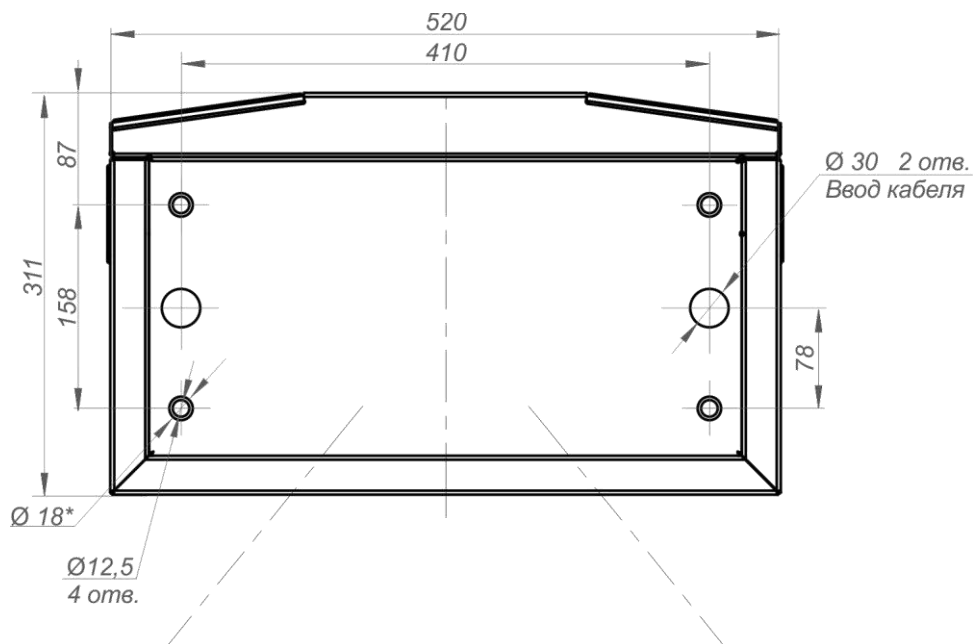

Рис. 14– Разметка для монтажа турникета типа «трипод»
- 4) Произвести на поверхности площадки разметку отверстий для крепления турникета в соответствии с *рис.14*. В качестве шаблона для разметки может использоваться собственно турникет, размещенный вертикально на месте его установки.
- 6) При необходимости прокладки кабелей под поверхностью пола подготовьте в полу кабельный канал к зоне ввода кабелей в стойку турникета. Расположение зоны ввода кабелей указано на схеме *рис.14*.
- Место вывода кабелей должно совпадать с местом расположения отверстия на монтажном основании турникета (рис.14).